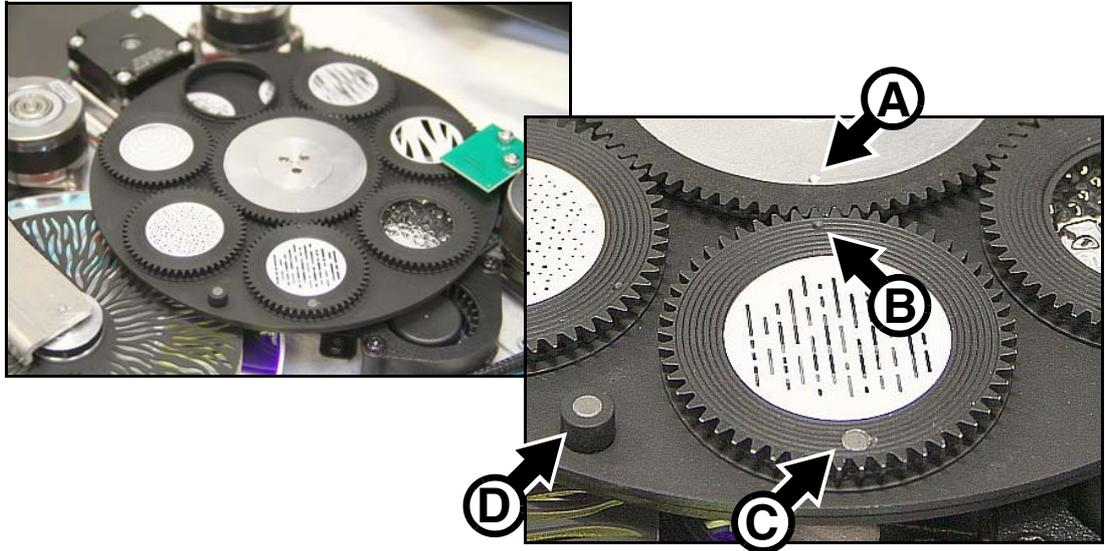
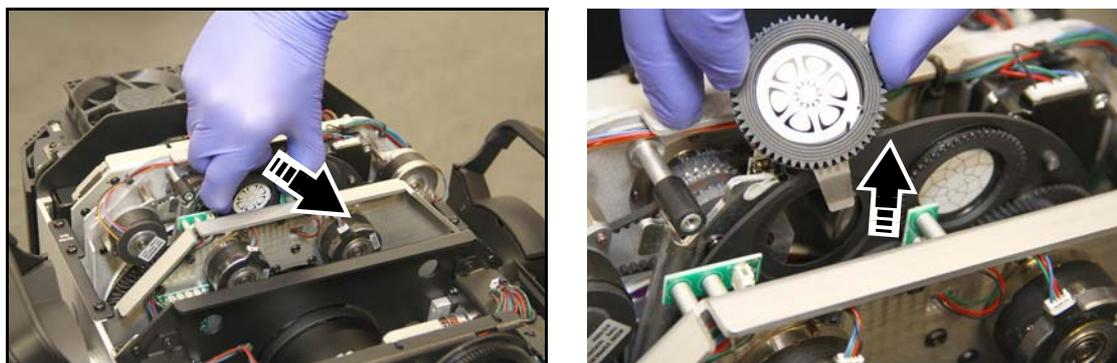

Figure 15: Repères d'alignement des porte-gobos
Figure 17 : Dépose d'un gobo de la roue 3
3. Pour retirer un gobo de cette roue, consultez la Figure 17. Pour éviter de ré-étalonner la position des gobos avec les menus du panneau de contrôle, tournez la roue pour aligner des points de référence (comme les repères **A** et **B** de la Figure 15 en page 24 par exemple). Poussez sur le gobo pour le dégager de l'épaulement de la roue puis tirez-le hors de la roue.